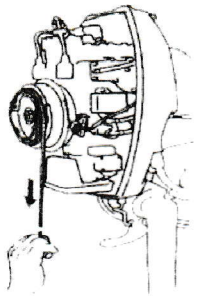

Рис. 30. Последовательность аварийного запуска (2)
- 3) Конiec шнура аварийного запуска с завязанным узлом закрепить в прорези маховика и намотать несколькими витками в направлении по часовой стрелке (См. Рис. 30).